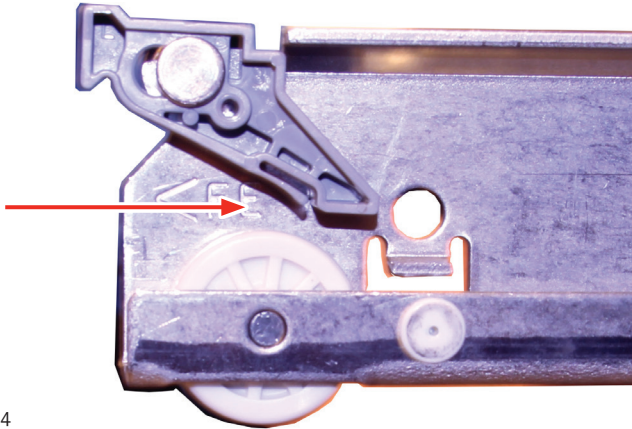

Fig. 24
2. Coloque con cuidado los rieles de las bandejas nuevamente sobre los rodillos en el extremo de los deslizadores y empuje las bandejas hasta que queden cerradas por completo (Fig. 24).